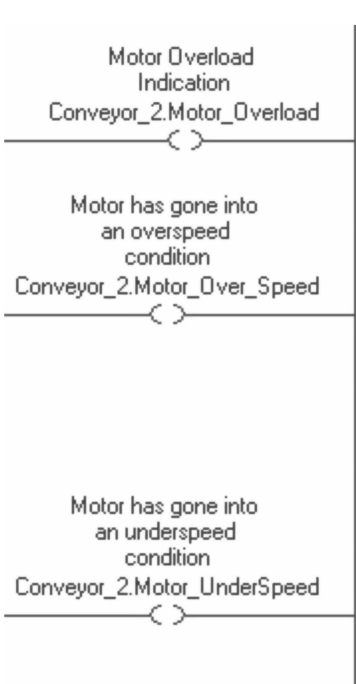

图 9-38 移除基础描述信息后的梯形图
36. 单击“附加到基础标签描述”（Append To Base Tag Descriptions）旁边的复选框关闭此选项，然后单击“应用”（Apply）接受所做的更改，如图 9-38 所示。